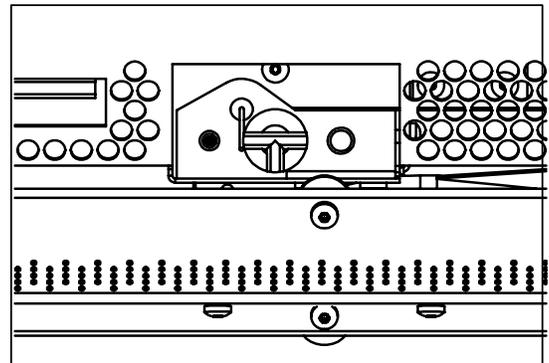
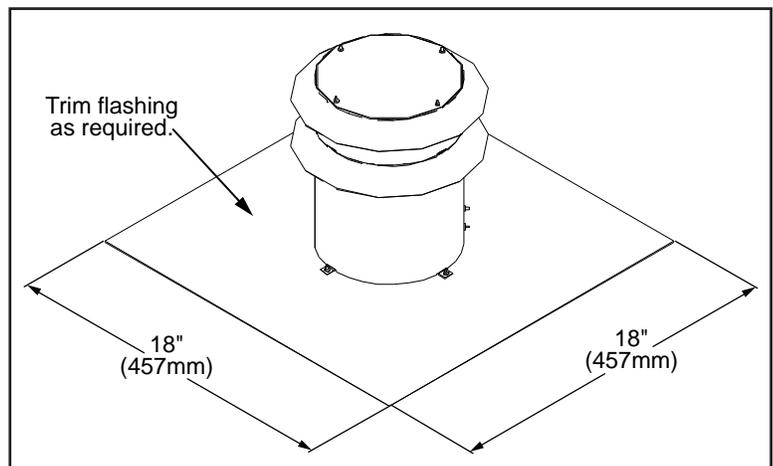

Figure 31. Pilote a coté du bruleur
Figure 36: Dimensions du Bouchon Vertical de Conduit
1. Planifiez votre installation et les dégagements aux matériaux combustibles. Le E20 peut être installé et ventilé dans tout foyer à combustible solide qui a été installé en conformité avec les nationaux, provinciaux / d'État et des codes de construction locaux et a été fabriqué avec des matériaux non combustibles. Voyez Installation Initiale - Préparation de Votre E20 pour l'Installation et DÉGAGEMENT DES COMBUSTIBLES. Voyez Figure 31 tout au long de l'installation.
**Note:** Pour une cheminée de plus de 15'(4.6 m), installer le E20 15' 2" et 3" Flex Vent (partie # 50-1512) et la E20 2" et 3" Flex Coupleurs (partie # 50-1513). Appliquer un cordon de mastic sur le coupleur (Mill Pac-Black mastic pour la Ø3" (76mm) et de silicone à haute température pour le Ø2" (51mm)) Glissez au fin de la réunion du flex, le coupleur et fixer chaque joint en place avec trois (3) vis à tôle à travers le flex et dans le coupleur.
4. Le bouchon vertical de conduit peut être installé sur les cheminées avec des ouvertures de combustion jusqu'à 16" (406mm) x 16" (406mm) et le réel clignotant est de 18" x 18" (voyez figure 36). Si la cheminée est inférieure au plafond devrait être coupé vers le bas et repliés sur.
5. Appliquer un cordon de Mill Pac-Noire étanchéité sur la partie supérieure de la Ø3" (76mm) plaque de ventilation collier. Faites glisser le Ø3" (76mm) de ventilation flexible sur la buse et le fixer avec trois (3) vis à tôle régulièrement espacées.
Le réglage du débit de pilote est pré-réglée au maximum à l'usine et ne devrait pas être nécessaire d'ajuster. La flamme de la veilleuse devrait envelopper 3/8" to 1/2" (10 to 13mm) de la thermocouple (voyez Figure 36). Toutefois, en cas de besoin, suivez les étapes 1 - 3 ci-dessous.